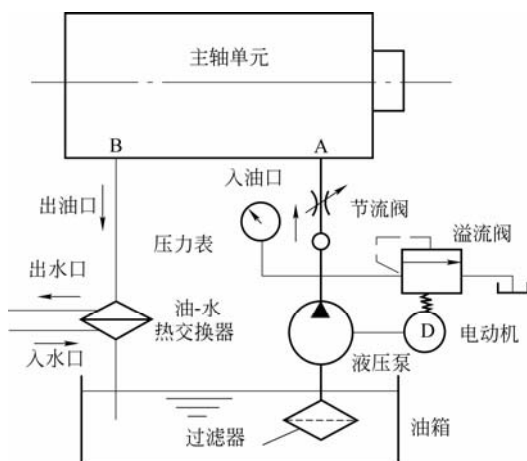

图 1-4 电主轴油-水热交换系统
①如果电动机不内置,仍采用电动机通过带或齿轮等方式传动,则在高速运转条件下,由此产生的振动和噪声等问题很难解决,势必影响高速加工的精度、加工表面粗糙度,并导致环境质量的恶化。
②高速加工的最终目的是为了提高生产率,相应地要求在最短时间内实现高转速的速度变化,也即要求主轴回转时具有极大的角加、减速度。达到这个严酷要求的最经济的方法,是将主轴传动系统的转动惯量尽可能减至最小。而只有将电动机内置,省掉齿轮、带等一系列中间环节,才能达到这个目的。
③电动机内置在主轴两支撑之间,与用带、齿轮等作为末端传动的结构相比,可以较大地提高主轴系统的刚度,也就提高了系统的固有频率,从而提高了其临界转速值。这样,电主轴即使在最高转速运转时,仍可确保低于临界转速,保证高速回转时的安全。
④由于没有中间传动环节的外力作用,主轴高速运行时没有冲击而是更为平稳,使得主轴轴承寿命相应得到延长。
2) 电主轴的冷却和轴承的润滑。电主轴最突出的问题之一就是内装式高速电动机的发热问题,这与一般主轴部件不同。因为电动机安装在主轴的两支撑轴承的中央,所以电动机的发热会直接影响主轴轴承的工作精度,即影响主轴的工作精度。解决的办法之一就是在电动机定子的外面加一带螺旋槽的铝质冷却套。机床工作时,冷却油-水不断地在该螺旋槽中流动,从而把电动机发出的热量及时带走。冷却油-水的流量可根据电动机发出的热量计算确定。图 1-4 为电主轴的油-水热交换系统。